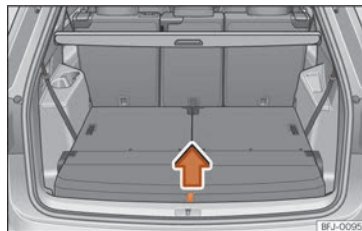

Abb. 122 Im Gepäckraum: Gepäckraumboden anheben.
- Gepäckraumboden an der Schlaufe »» Abb. 122 in Pfeilrichtung nach oben ziehen und herausnehmen.